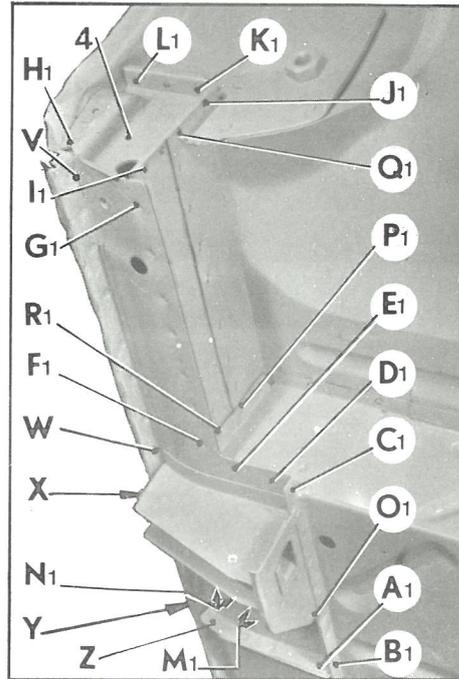

Fig. 6
Mettre en place la tôle de fermeture et la souder par points (fig. 6).
Mettre en place la tôle de fermeture (4) (fig. 6).